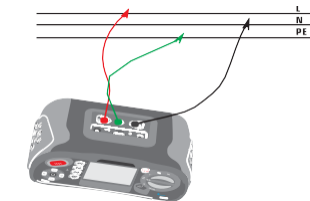

Figure 15 Mesure RCD Connexion du cordon de test
- Connectez les cordons de test comme illustré à la figure 15
4. Connectez les cordons de test comme illustré à la figure 15